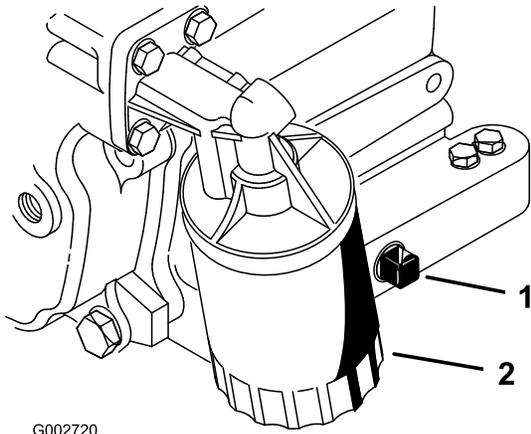

Figura 27
2. Togliete il tappo di spurgo (Figura 27) e lasciate defluire l'olio in una bacinella. Quando l'olio cessa di defluire, rimontate il tappo.